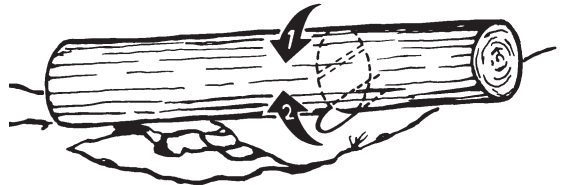

Fig. 19
3. Tronco apoyado en ambos extremos: Primero, Leñe por arriba $1/3$ del diámetro del tronco para evitar astillamiento. Segundo, leñe por abajo para encontrar el primer corte y evitar el pellizcado (Fig. 19).